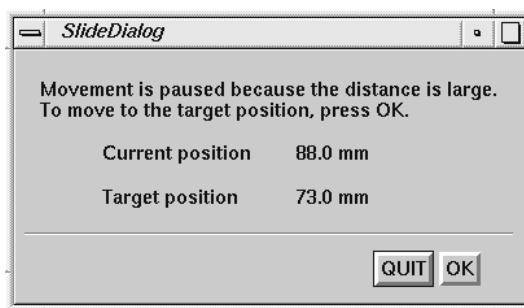

Figura 5.4-36
(7) Execução de escaneamento
- (a) Se o tampo da mesa se move mais que 600 mm, a janela mostrada na figura 5.4-36 é exibida novamente e o tampo da mesa pára. Neste caso, confirme que a segurança do paciente está assegurada e então clique [[OK]]. O tampo da mesa se move a posição de primeiro corte.